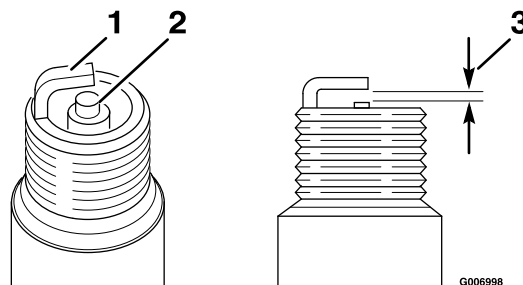

Figure 21
5. Réglez l'écartement des électrodes à 0,76 mm (0,03 po); voir Figure 21.